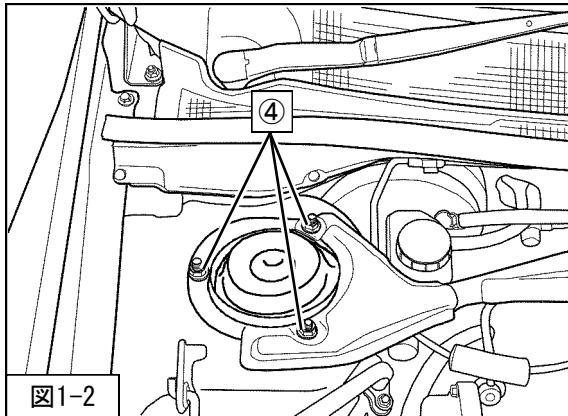

図1-2
5. ④フロントサスペンションASSYアッパー取付ナットを取外してください。(図1-2)